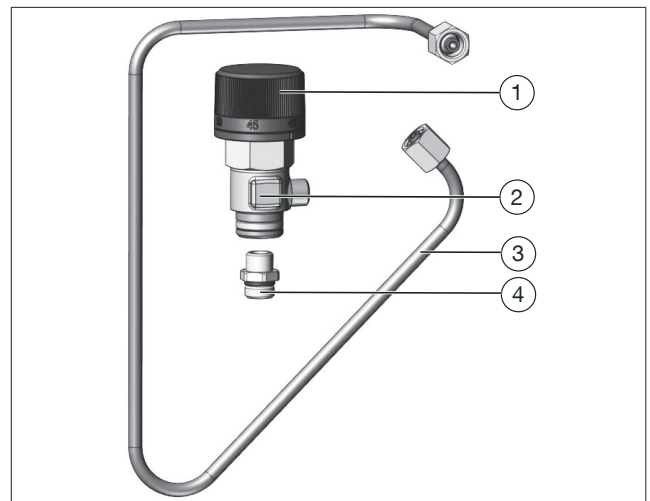
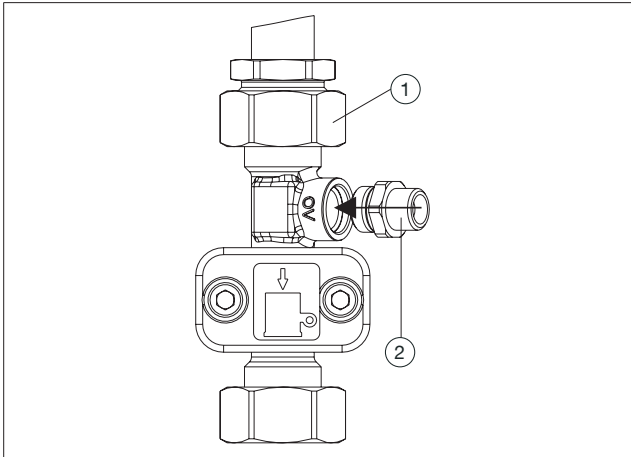

Abb. 1: Aufbau
Abb. 3: Einbau Adapter Regudis W-HTU/TU und Regudis W-HTF
(1)	Blindstopfen SW 22
(2)	Entleerungsventil
(3)	Gehäuse
(4)	Verschlussstopfen SW 12
5. Schrauben Sie den Adapter (siehe Abb. 1) in das Gehäuse (siehe Abb. 3).
(1) Blindstopfen SW 22
(2) Verschlussstopfen SW 12
(3) Entleerungsventil
5. Schrauben Sie den Adapter (siehe Abb. 1) in den